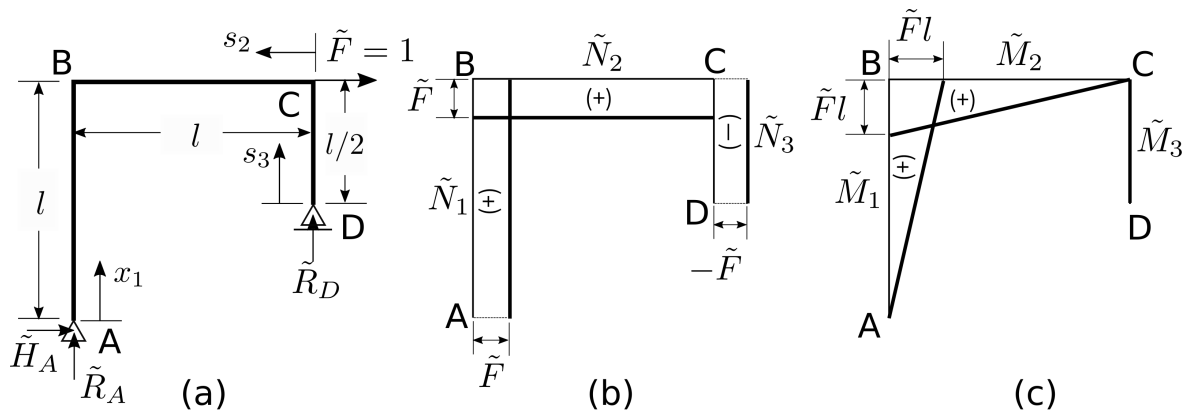

図 6: 単位荷重法における補助系とその軸力および断面力図. 断面力の正方向は図 4 に同じ.
5. 単位荷重法により水平変位 u_C を求めるための補助系を, 図 6-(a) に示す. 支点反力の正方向をこ
にすれば, 図 6-(a) に示した座標 x_1, s_2, s_3 用いて断面力分布を以下のように表すことができる.